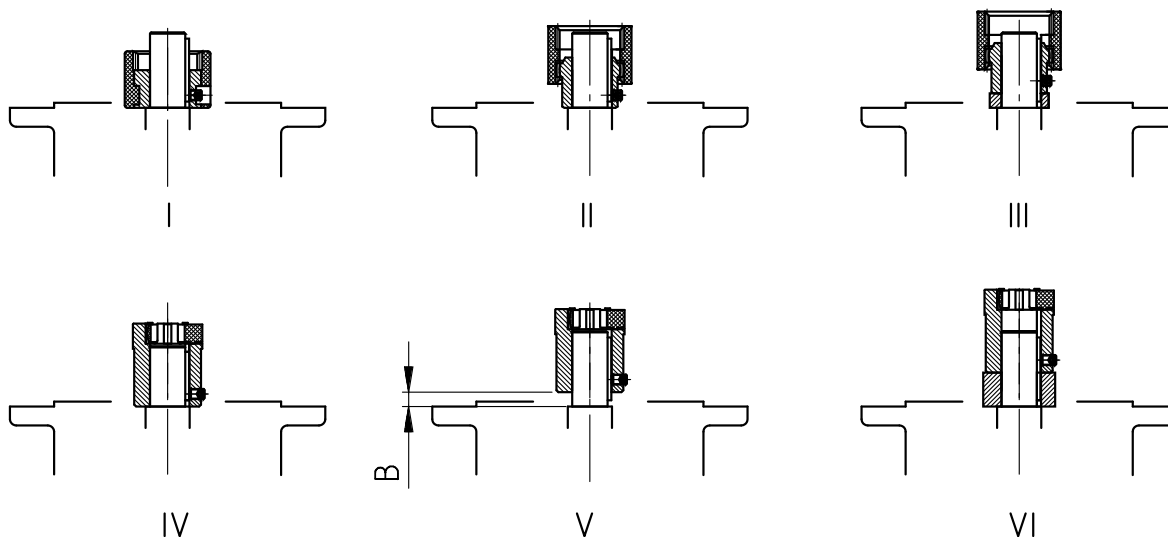

Figura 15: Montaje del acoplamiento en el eje motor en el caso de diferentes tipos de acoplamiento
3. Presente el manguito de acoplamiento sobre el eje del motor de forma que la chaveta del motor encaje en la ranura del manguito. Apriete el manguito de acoplamiento de acuerdo con las indicaciones del fabricante del motor. En el caso de reductores coaxiales estándar se debe tener en cuenta la dimensión B entre el manguito de acoplamiento y el tope (véase "Figura 15"). En el caso de algunos **adaptadores NEMA**, ajuste la posición del acoplamiento según lo indicado en la etiqueta adhesiva.
8. Monte el motor en el adaptador. Monte también la corona dentada o el casquillo dentado incluidos en el envío (ver Figura 15: Montaje del acoplamiento en el eje motor en el caso de diferentes tipos de acoplamiento). En el caso del adaptador AN360TC y AN400TC, primero debe fijarse la brida del adaptador al motor y solo después debe atornillarse el motor al adaptador.